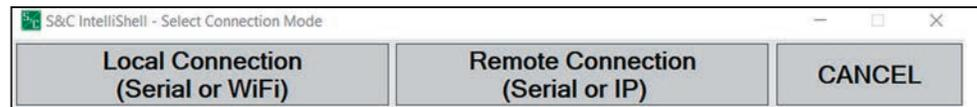

Figura 21. La ventana de diálogo de Configuración de la Comunicación IntelliShell—Local de S&C.
PASO 1. Inicie el software IntelliLink y seleccione entre una conexión local o remota. Ver Figura 21.